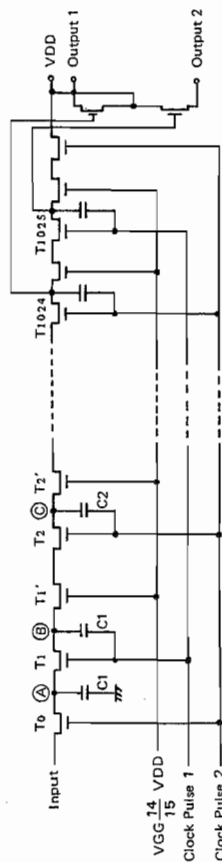

Figure 25-1
One step of BBD IC (IC902) is basically composed of two transistors and one capacitor (e.g., T1 and T1' and C1 as shown in Fig. 25-1) and the whole function of the IC902 is assured of 1025 steps of this circuit. Fig. 25-2 shows that two clock pulses (1 and 2) with the difference phase of 180° from each other are produced and they are applied to the IC902 to turn on and off its including delay elements alternatively.
Eine Stufe des BBG-IC (IC902) besteht grundsätzlich aus zwei Transistoren und einem Kondensator (z.B. T1 und T1' und C1, wie in Abb. 25-1 dargestellt). Die gesamte Funktion des IC902 wird durch 1025 Stufen sichergestellt. Abb. 25-2 zeigt, daß zwei Taktpulse (1 und 2), die zueinander eine Phasendifferenz von 180° haben, erzeugt und dem IC902 zugeführt werden, um dessen Verzögerungselemente abwechselnd ein- und auszuschalten.
Un degré de CI du BBD (IC902) se compose fondamentalement de deux transistors et d'un condensateur (par exemple T1 et T1' et C1 comme l'indique la Fig. 25-1) et la fonction totale du IC902 est assurée sur 1025 degrés de ce circuit. La Fig. 25-2 indique que deux impulsions d'horloge (1 et 2) sont produites avec une différence de phase de 180° entre elles et elles sont appliquées au IC902 pour brancher et débrancher alternativement ses éléments de retard. Par exemple, dans la Fig. 25-3, lorsque le transistor T1 est branché avec l'impulsion d'horloge 2, le signal d'entrée (a) est échantillonné et est converti en la charge électrique (b) pour apparaître au point ①. Puis lorsque l'impulsion de l'horloge parvient à un haut niveau, le transistor T1 se branche, et la dite charge électrique est transférée du point ① au point ② à ce moment-là se produit une charge électrique ② et, consécutivement, il se produit un retard de 1/2 fCL (fCL: fréquence d'horloge) entre le signal original et le signal retardé.